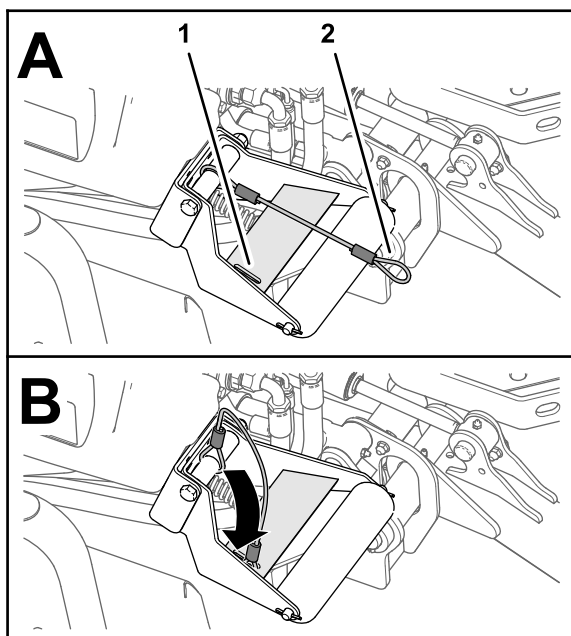

Bild 72
4. Schieben Sie die Schleife der Verbindungsleine bei abgesenkten Mähwerken in den Schlitz in der Verstärkungsplatte der Rollenstütze (Bild 72).